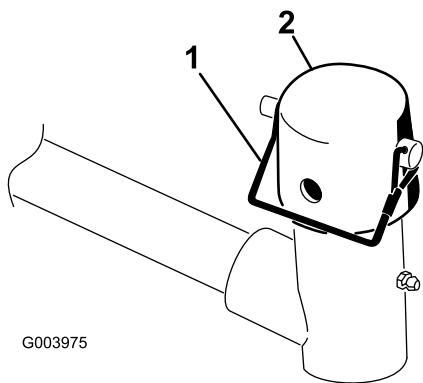

图6
6. 从提升臂轴轭上拆下锁扣销和中心盖（图6）。
10. 使用保险销将中心盖和承载架轴固定到提升臂枢轴（图6）。